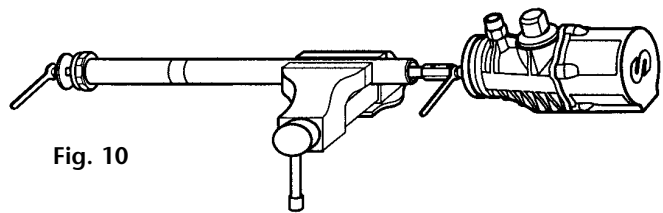

Fig. 10
4. Introduce an open end wrench in the milling of the lower part of the air piston (36) and unscrew the nut (59) and remove the washer (58) (Fig. 10).
4. Introducir una llave plana en el fresado del eje pistón de aire (36). Aflojar y quitar la tuerca (59) y retirar la arandela (58) (Fig. 10).
4. Introduire une clé plate dans le fraisage de l'axe du piston d'air (36). Desserrer et retirer l'écrou (59) ainsi que la rondelle (58) (voir Fig. 10).